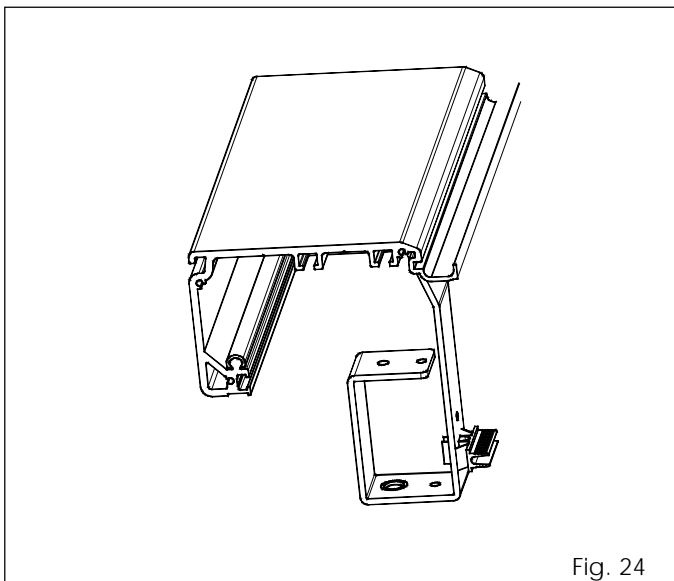

Fig. 24
- Fije la brida de soporte del pomo de desbloqueo interno en el otro extremo del travesaño (situado por la parte del grupo motor) como se indica en la fig. 24.